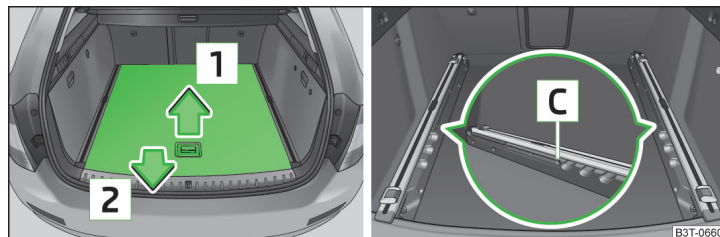

Abb. 113 Gepäckraum: variablen Ladeboden teilweise herausziehen
- Den hinteren Teil des variablen Ladebodens am Griff fassen und in Pfeilrichtung **1** » Abb. 113 leicht anheben.
- Den hinteren Teil des Ladebodens am Griff fassen und in Pfeilrichtung **1** » Abb. 113 auf Seite 107 anheben.